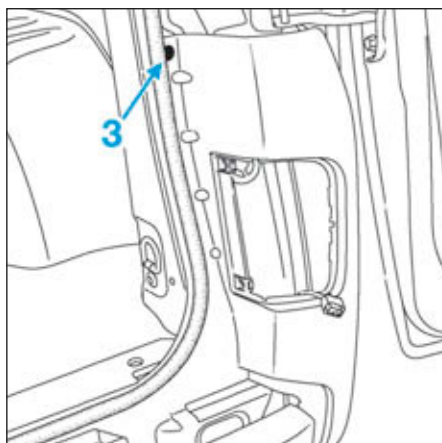

FIG.141
- Déposer la vis (3) (Fig.141).
- Reposer la vis (3) (Fig.141).